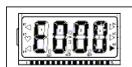

图 7
- 1) 反复按“类型”按键，使液晶的“状态”位显示“E”，如图 7 所示。